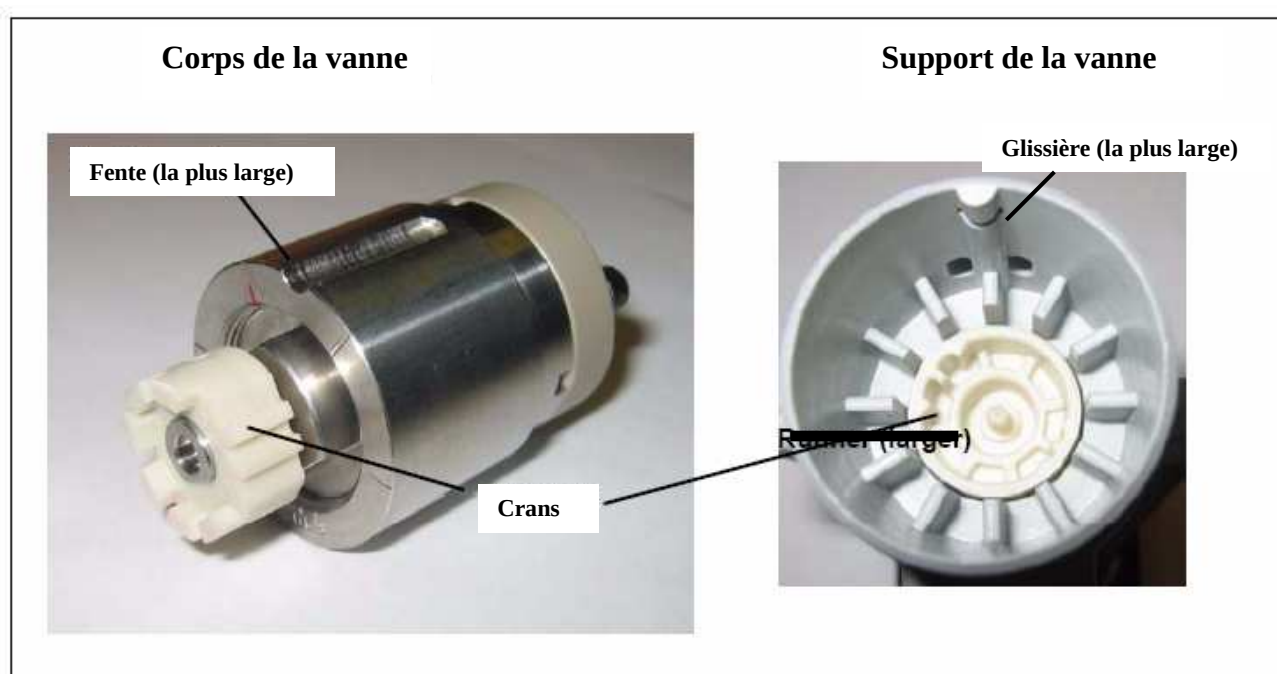

Figure 9.21. Corps de vanne haute pression et support de vanne.
6. Aligner les fentes du nouveau corps de vanne avec les glissières dans le support de vanne sur le DC ou l'Am (voir figure 9.21). Les vannes sont conçues pour ne rentrer que dans un sens (une fente est plus étroite que l'autre). Vérifier que les fentes sont alignées avec les glissières correspondantes.
7. Vérifier également que quand le corps de la vanne est inséré dans son support, les deux crans sur la vanne sont alignés avec les crans dans le support (voir figure 9.21). Si nécessaire, tourner l'extrémité de la vanne pour ajuster la position des crans.